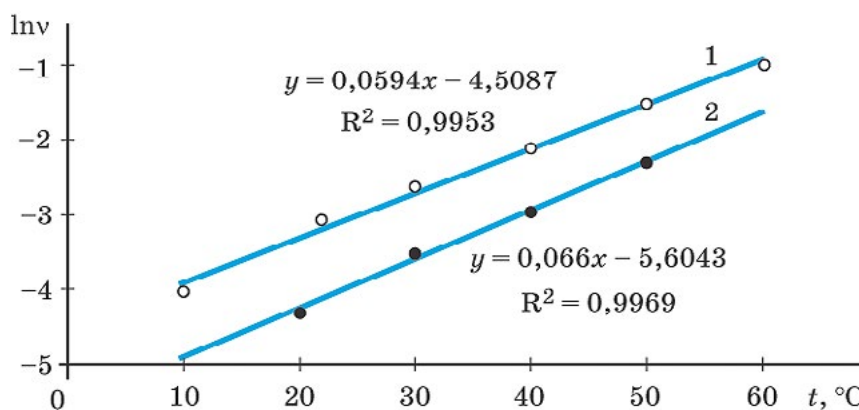

Рис. 5. Зависимость логарифма скорости реакции от температуры: 1 — результаты лабораторного опыта; 2 — данные Г. Б. Шульпина (1975)
Из полученного уравнения (15) видно, что в координатах $\ln v - T$ график будет иметь линейный вид (рис. 5), причём температуру можно выражать как в градусах Цельсия, так и в Кельвинах. Тангенс угла наклона (угловой коэффициент) полученной прямой равен $\frac{\ln \gamma}{10}$. Определив его значение, можно рассчитать γ .